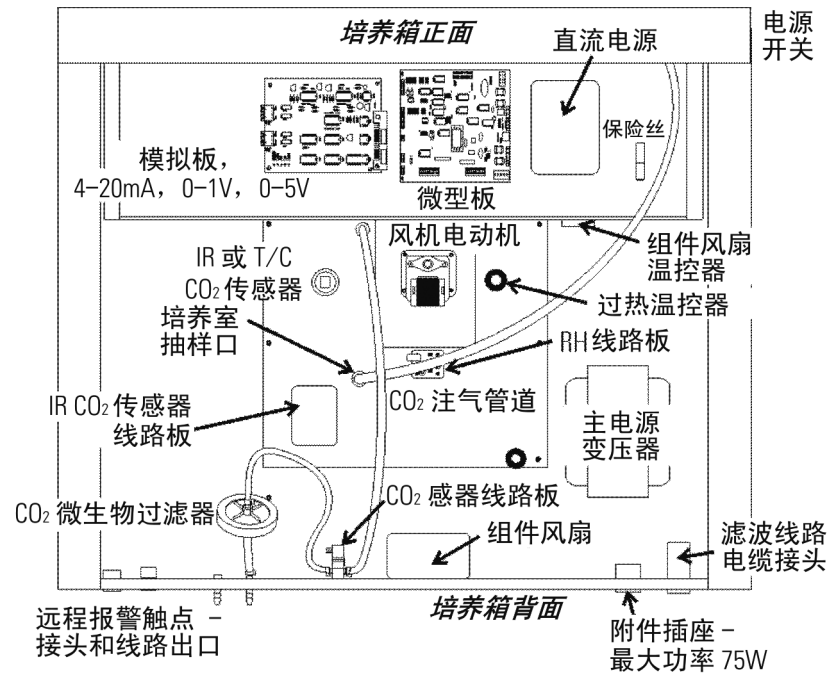

图 5-3. 电子板柜
4. 图 5-3 显示保险丝的位置。请参阅下表 5-1 了解更换保险丝的规格。
主要组件 见图 5-3。所示若干组件为出厂已安装的选件。